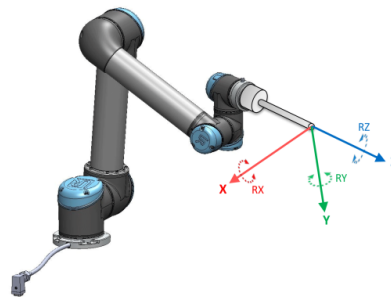

FIGURE 16.2 – Fonction de l'outil (point central de l'outil)
- La Fonction de l'outil se trouve au centre du TCP (point central de l'outil) actuel (voir figure 16.2)